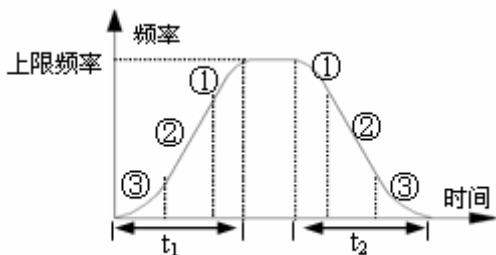

图 4-5 S 曲线加减速
输出频率按照 S 形曲线递增或递减，如图 4-5 所示。
S 曲线低速段时间如图 4-5 中③所示, 输出频率变化的斜率从 0 逐渐递增。
S 曲线直线段时间如图 4-5 中②所示, 输出频率变化的斜率恒定。
S 曲线高速段时间如图 4-5 中①所示, 输出频率变化的斜率逐渐递减到 0。高速段时间 =  $100\% - P0.14 - P0.15$ 。